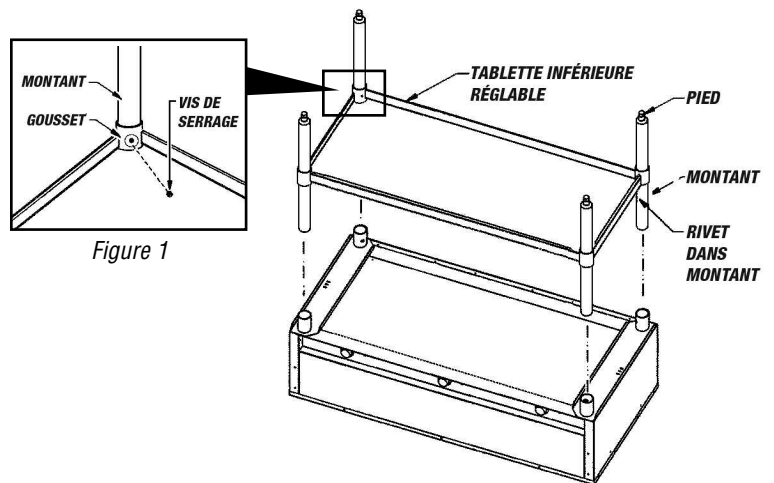

Figure 1
4. Serrez les vis dans les goussets de la tablette inférieure pour la fixer (voir Figure 1) et insérez les pieds dans les montants à l'aide d'un maillet en caoutchouc.